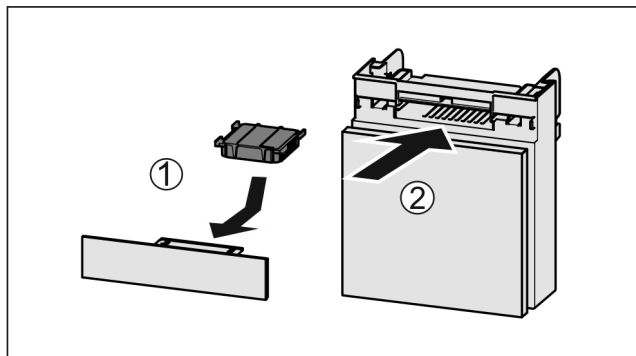

Fig. 187
- ▶ Introduzca el compartimento Fig. 187 (2).